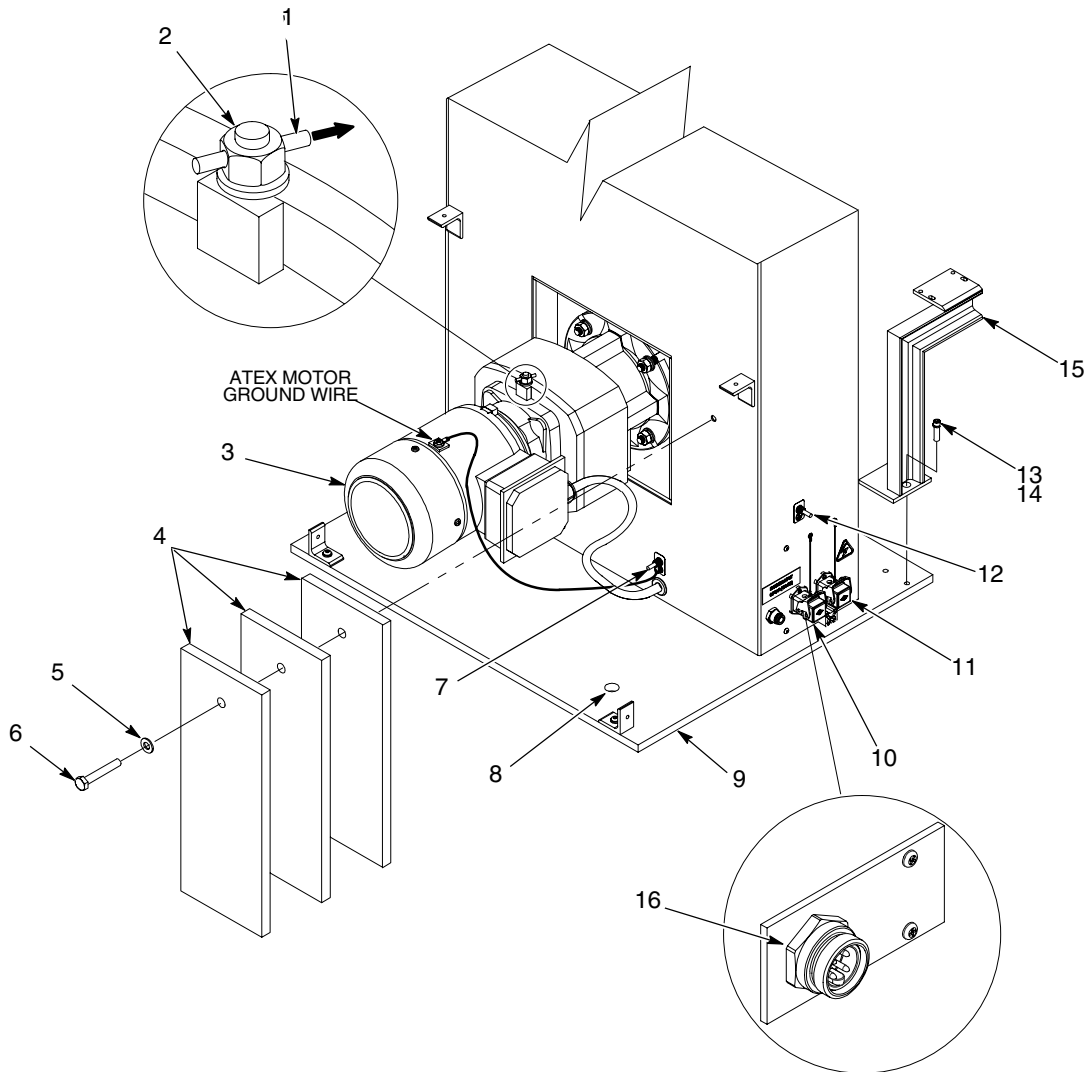

Рис. 3 Монтаж
- b. См. рис. 3. Смонтировать противовесы (4) на манипуляторе при помощи винта (6) стопорных шайб (5). Надежно затянуть винт.
2. При монтаже манипулятора на полу или стационарной опоре использовать четыре предусмотренных монтажных отверстия (8). Если необходимо, просверлить в опоре или в полу новые отверстия. Использовать для монтажа манипулятора крепежные детали правильного размера.
См. рис. 3. При помощи заземляющей шпильки (6) подсоединить провод заземления манипулятора к технологической земле. Проверить заземление и убедиться, что оно соответствует местным правилам.
- a. См. рис. 3. Подсоединить предоставленным пользователем кабель питания с блока управления системой к разъему (10).